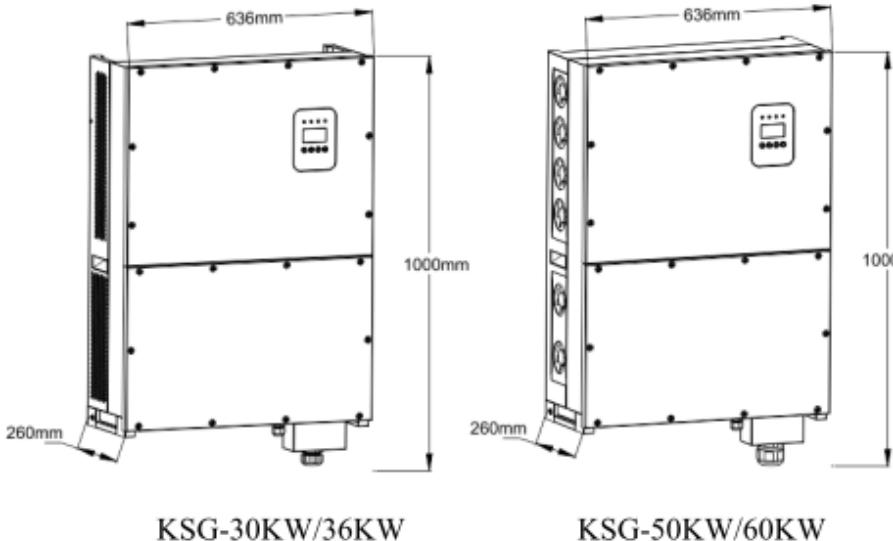

Рисунок 14 – Габариты ACRUX-30K/(36K-HV)/50K/(60K-HV)/60K
- ❖ При выборе места установки необходимо учитывать габаритные размеры инверторов (рисунок 14).